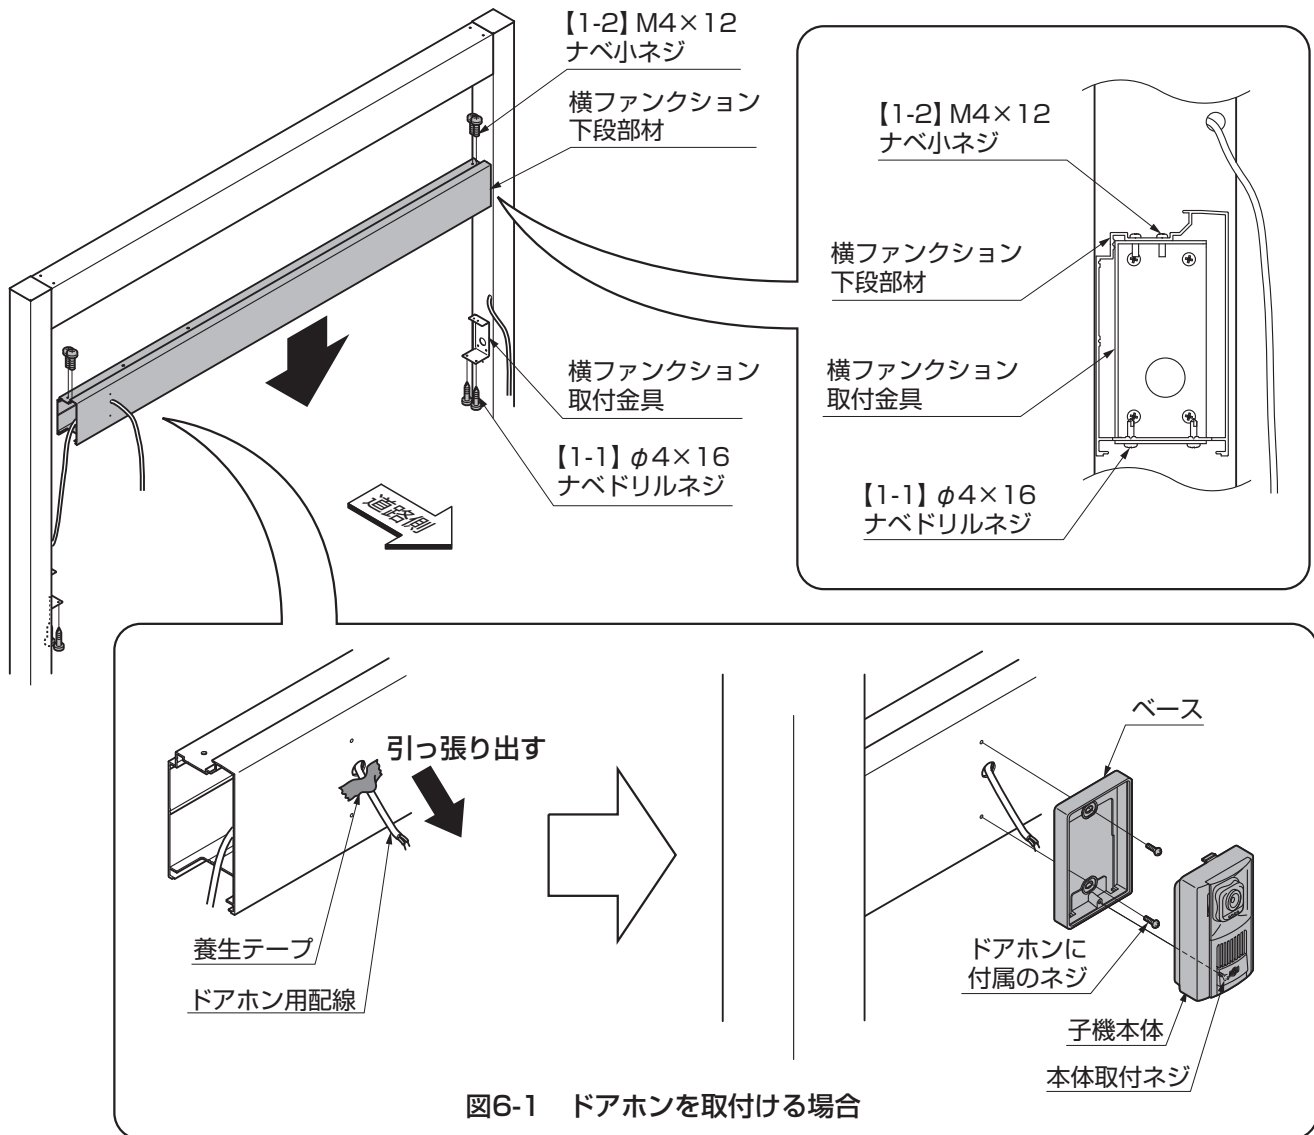

図6-1 ドアホンを取付ける場合
- ドアホンを取付ける場合は、ドアホン用配線をあらかじめ横ファンクション下段部材より引っ張り出してください。(図6-1参照)
- ドアホン用配線を養生テープで固定してください。(図6-1参照)